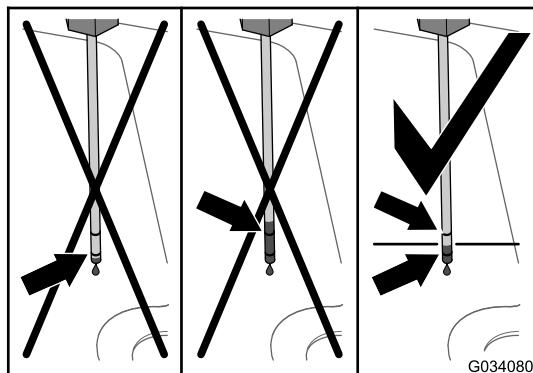
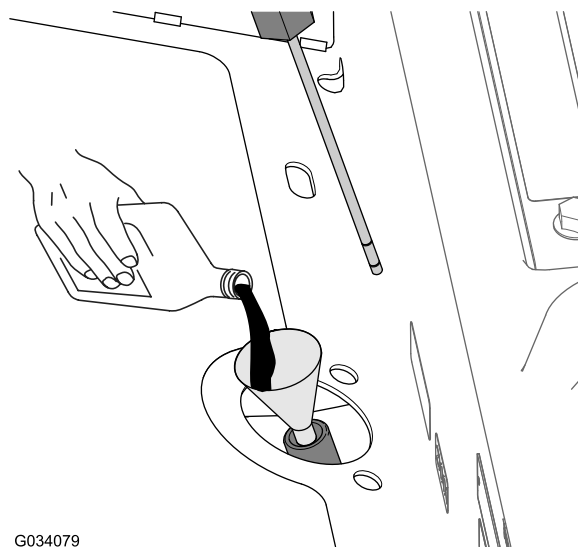

Figura 84
Figura 85
4. Rimuovete l'asta di livello e verificate il livello del fluido (Figura 84).
5. Se il livello di fluido è inferiore al segno inferiore sull'asta di livello, aggiungete il fluido idraulico specificato nel tubo di riempimento (Figura 85) fino a quando non arriva a metà tra i segni superiore e inferiore una volta verificato con l'asta di livello (Figura 84); fate riferimento a Specifiche del fluido idraulico (pagina 62).
6. Aggiungete il fluido idraulico specificato nel tubo di riempimento (Figura 85 in Controllo dell'impianto idraulico e del livello del fluido \(pagina 63\)) fino a quando il livello del fluido nell'alloggiamento del transaxle (serbatoio) non è a metà tra i segni superiore e inferiore sull'asta di livello (Figura 84 in Controllo dell'impianto idraulico e del livello del fluido \(pagina 63\)); fate riferimento a Specifiche del fluido idraulico \(pagina 62\).